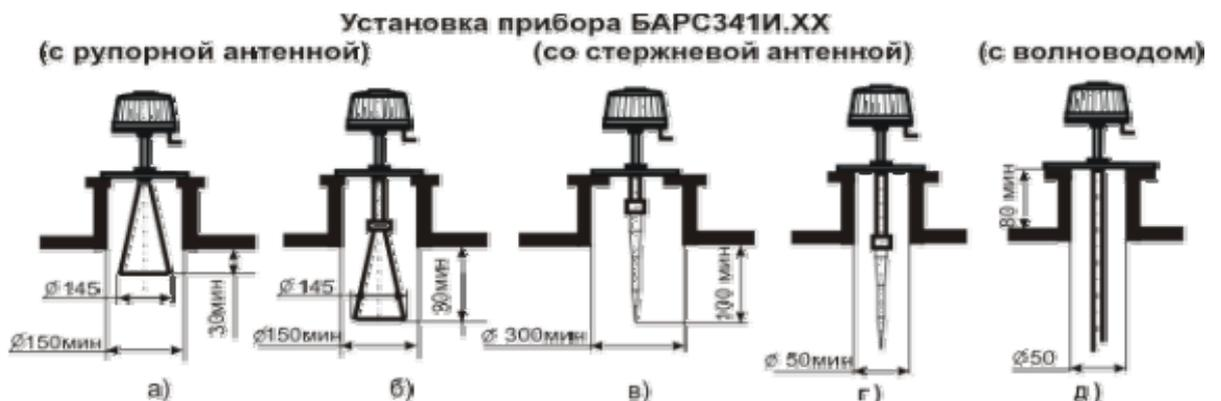

Рисунок 3 - Правила установки прибора
- поперечный размер патрубка или отверстия в резервуаре для прибора с рупорной антенной должен быть больше диаметра раскрытия антенны не менее, чем на 5мм (рисунок 3а, 3б);
- для прибора со стержневой антенной, в случае, если волновод антенны выступает ниже крыши резервуара, диаметр патрубка должен быть более 50мм (рисунок 3г);
- для прибора со стержневой антенной, в случае, если диэлектрическая часть антенны начинается внутри патрубка, диаметр патрубка должен быть более 300мм (рисунок 3в);